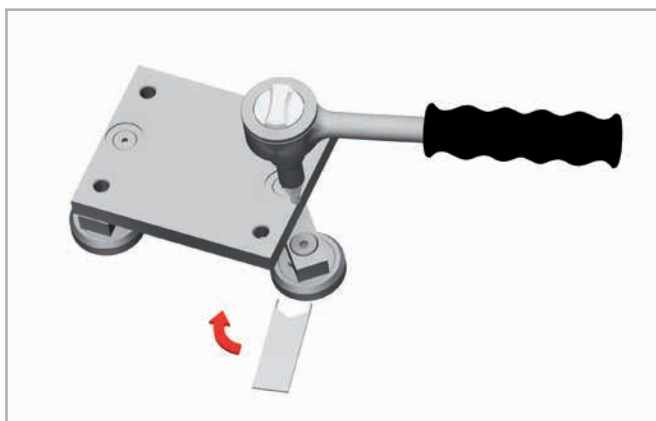

Fig. 23
- Introducir la llave especial plana suministrada en el asiento hexagonal del perno a regular (ver Fig. 23).